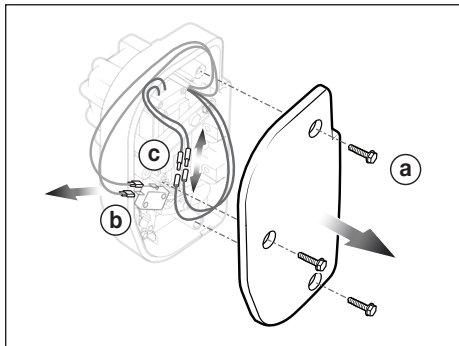

Figure 7. VersaFlo Retirer le câblage JXiQ
1. Retirer les trois vis qui maintiennent le couvercle de dérivation en place sur la nouvelle dérivation VersaFlo, se reporter à la *Figure 7 (a)*.
2. Débrancher les deux fils roses du microrupteur, se reporter à la *Figure 7 (b)*.
3. Débrancher les fils bleu et vert de l'actionneur, se reporter à la *Figure 7 (c)*.